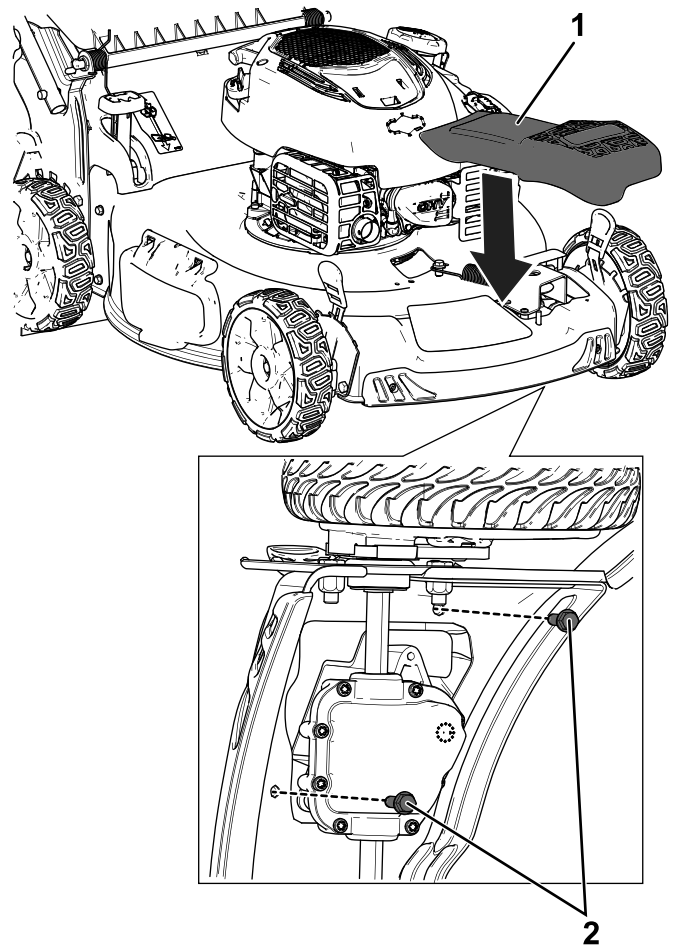

Bild 8
3. Montieren Sie den Messermitnehmer und verlegen Sie beide Riemen um ihn, wie in Bild 8 abgebildet.